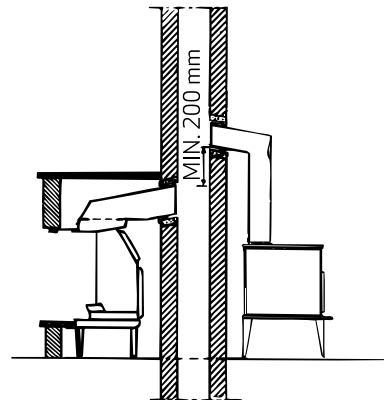

Fig. 1
**NB! Vedovn i samme etasje bør ha røykuttak minst 200 mm høyere enn peisen (se fig. 1).**